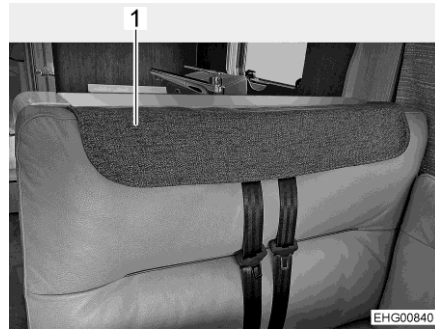
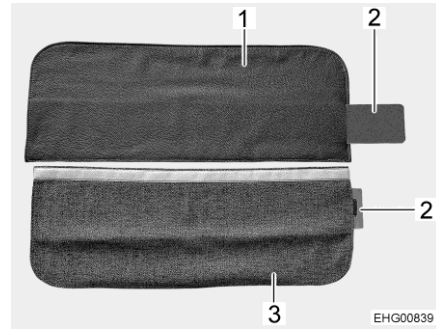

Bild 61 Sätesklädsel monterad
Bild 62 Sätesklädsel
När fordonet är uppställt kan nackstöden tas bort från sittbänkens ryggstödsdyna för att få en bekvämare sittplats. Öppningarna för nackstöden och för säkerhetsbältena kan sedan täckas med en sätesklädsel (Bild 61,1). Sätesklädseln kan vara gjord av läder (Bild 62,1) eller av tyg (Bild 62,3).
- Skjut in hela metallförstärkningen (Bild 62,2) i sätesklädselns ficka (Bild 62,1 eller Bild 62,3).
- Montera sätesklädseln över öppningarna för säkerhetsbältena (Bild 61).